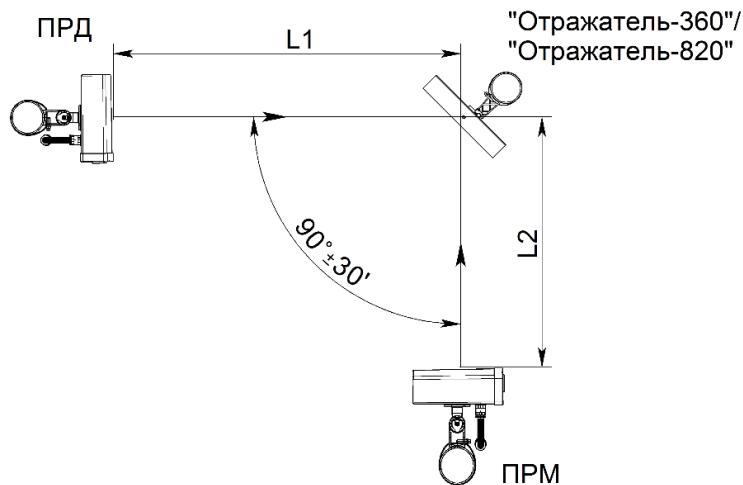

Рисунок 2.14 – Установка извещателей с применением отражателя «Отражатель-360» («Отражатель-820»)
2.3.9.2 При работе извещателей с «Отражателем-360» (см. рисунок 2.14) суммарная длина зоны обнаружения L_1+L_2 (где L_1 – расстояние между блоком ПРД и отражателем, L_2 – расстояние между отражателем и блоком ПРМ) не должна превышать: